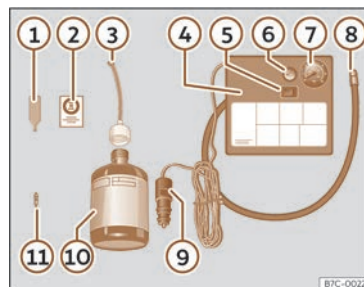

Fig. 219 Afișajul standard: componentele kitului de reparație anvelope în caz de pană.
Kitul de reparație anvelope în caz de pană este amplasat sub podeaua portbagajului. Include următoarele componente >>> **fig. 219:**
- Deșurubați capacul ventilului anvelopei și inserția. Utilizați dispozitivul >>> **fig. 219 ①** pentru a scoate capacul ventilului. Așezați-o pe o suprafață curată.
- Scuturați bine recipientul cu etanșant pentru anvelope >>> **fig. 219 ⑩**.
- Înșurubați furtunul de umflare >>> **fig. 219 ③** pe recipientul cu etanșant. Sigiliul recipientului se va rupe automat.
- Scoateți capacul de umplere >>> **fig. 219 ③** și înșurubați capătul deschis al tubului pe ventilul anvelopei.
- Înlocuiți capacul cu dispozitivul >>> **fig. 219 ①** pe ventilul anvelopei.
- Înșurubați furtunul compresorului pentru umflarea anvelopei >>> **fig. 219 ⑧** pe ventilul anvelopei.
- Verificați dacă șurubul de evacuare a aerului este închis >>> **fig. 219 ⑥**.
- Cuplați mufa >>> **fig. 219 ⑨** la priza de 12 V a autovehiculului >>> pag. 217.
- Porniți compresorul de aer de la comutatorul ON/OFF (pornit/oprit) >>> **fig. 219 ⑤**.
- Lipiți autocolantul >>> **fig. 219 ②** pe afișajul panoului de bord, în câmpul vizual al șoferului.
>>> fig. 219⑧ și verificați presiunea pe manometrul ⑦.